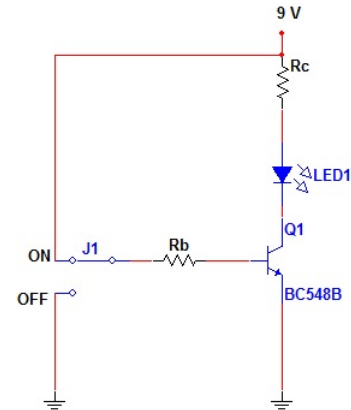

Figura 4. Circuito chaveado por transistor com LED de teste.
- Monte o circuito da figura 4 calculando os valores de R_b e R_c com base nas fórmulas já apresentadas. Ressalte-se que o circuito agora possui um LED na malha de saída, o que acarreta na alteração de sua fórmula. O LED possui $V_D = 1,5V$ e $I_D = 25mA$. Adapte os valores dos resistores para valores comerciais.